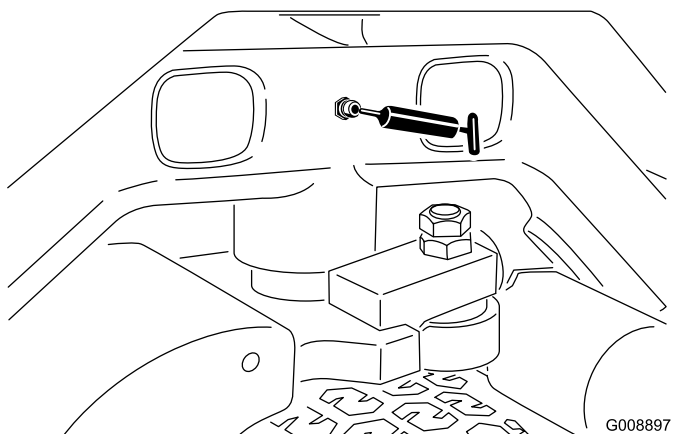

Figure 45
- Pivot de direction (Figure 45)